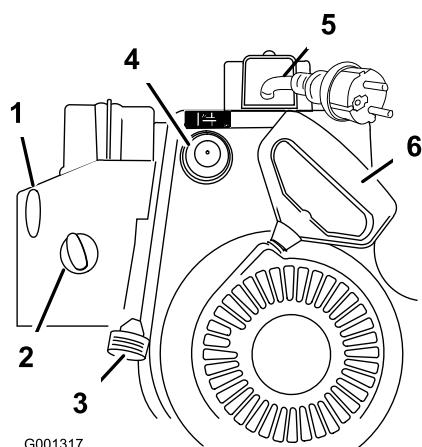

Bild 15
- Lassen Sie die Schneefräse mit dem Rücklaufstarter oder dem elektrischen Anlasser an (Bild 15).